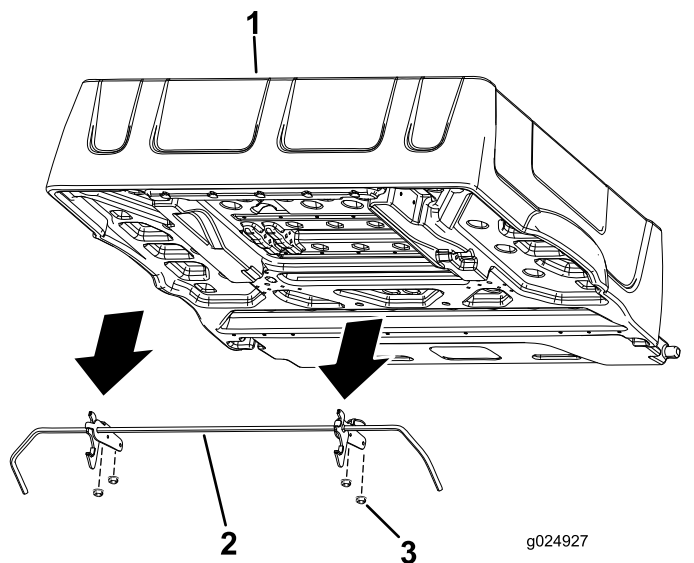

Figura 4
7. Rimuovete i 4 dadi flangiati che fissano le staffe dell'asta fermo alla parte inferiore del pianale (Figura 4).